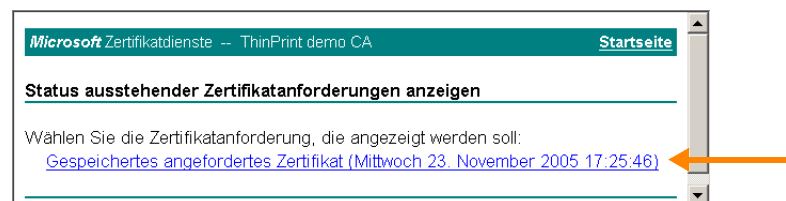

Bild 36 Webseite des Servers: angefordertes Zertifikat auswählen
- Sie erhalten die angeforderten Zertifikate zur Auswahl, die vom Server ausgestellt wurden (Bild 36). Wählen Sie Ihr Zertifikat und klicken auf den entsprechenden Link.